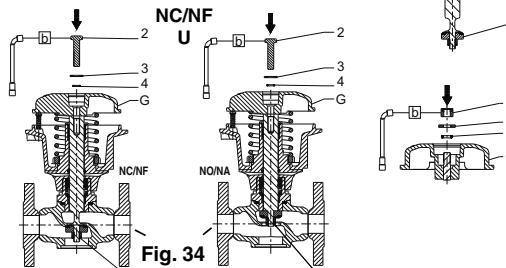

Fig. 34
- Caution: spring under load.** Replace and insert the seal (4) and the washer (3) and tighten the nut (2) to torque [b] while firmly holding the piston (G) with the valve assembly and disc nut (F) (Fig. 34).
- Attention ressort en charge.** Remplacer le joint (4), la rondelle (3) et visser l'écrou (2) au couple [b] en maintenant fermement le piston (G) avec l'ensemble de la vanne et l'écrou de clapet (F) (Fig. 34).
- Achtung: Feder unter Spannung.** Legen Sie die neue Dichtung (4) und den neuen O-Ring (3) ein und ziehen Sie die Mutter (2) mit dem Moment \square fest, wobei der Kolben (G) und die Einheit aus Ventil und Mutter am Ventilteller (F) festgehalten werden muss (Abb. 34).
- Atención resorte bajo carga.** Reemplazar la junta (4), la arandela (3) y atornillar la tuerca (2) al par \square sujetando firmemente el pistón (G) con el conjunto de la válvula y la tuerca de clapet (F) (Fig. 34).